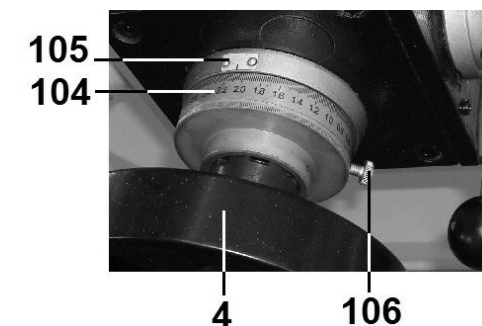

Рис. 40
- удерживая маховик (4), ослабить винты крепления (36), обнулить лимб (105) по шкале (104), закрепить винтом (106);
- расстояние фрезеруемого материала контролируется по шкале лимба (104), (1 деление = 0,02 мм) (Рис. 40).